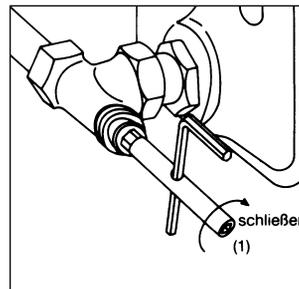

Bild 7
- 4.3 Entleerungs- und Füllwerkzeug (2) von der Armatur abschrauben und mit Sechskantschlüssel SW 10 (1) den Einsatz mit max. 10 Nm nachziehen (Bild 7).
- 4.4 Mit Sechskantschlüssel SW 10 (1) durch Rechtsdrehen des Einsatzes die Armatur schließen und mit max. 10 Nm anziehen (Bild 7).